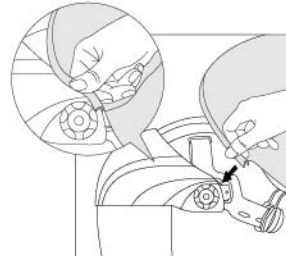

Abb. 18a
Schritt 1: Führen Sie die U-förmige Dichtungsschicht in den Rand der Gesichtsschutzschale ein. Drücken Sie mit dem Daumen auf den Rand der Dichtungsschicht, um sie in der Gesichtsschutzschale zu fixieren (siehe Abb. 18a).